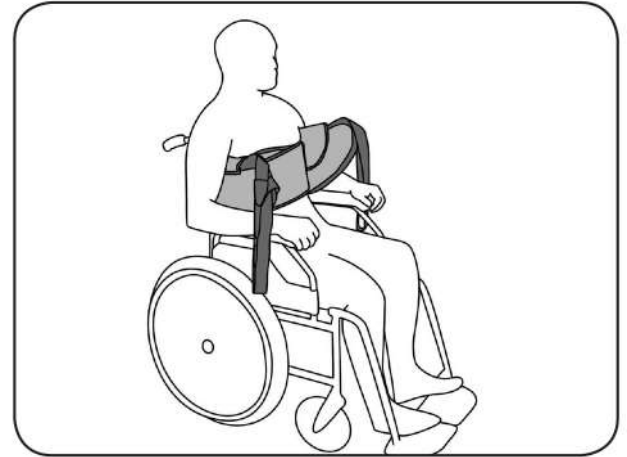

Figura 37
4. Pase los brazos izquierdo y derecho del paciente por encima de la faja de sujeción y abróchela apretando las cintas con el velcro para asegurarla. (Figura 37).